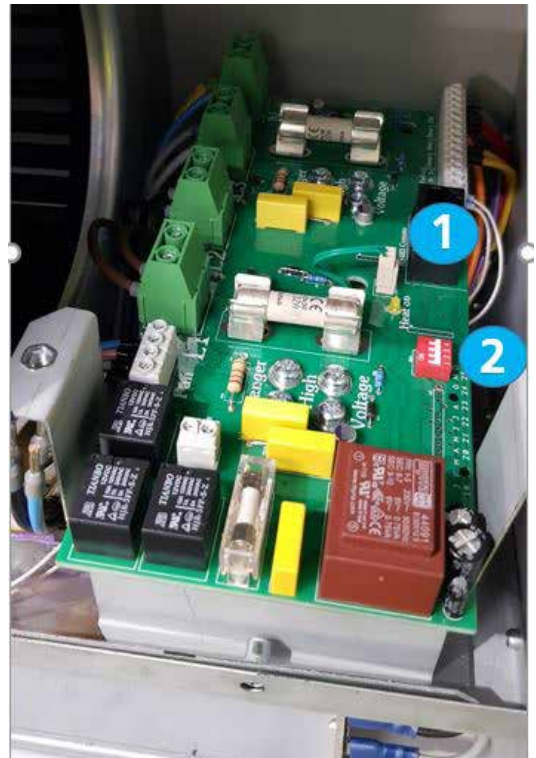

Figure 33 Emplacement du capteur de température du panneau de contrôle et du commutateur DIP
4. Une fois le panneau de contrôle sorti de l'appareil, débranchez le fil bleu [1] de la sonde de température, voir la figure 33 pour l'emplacement. Dévissez les huit vis qui fixent le panneau de commande au radiateur et à la plaque de montage, puis soulevez
Réglez le commutateur DIP [2] de la figure 33 pour le lieu et suivez les réglages de l'adresse de réseau. Pour plus d'informations, reportez-vous à la section de la page 22 et au manuel du panneau de programme D301271